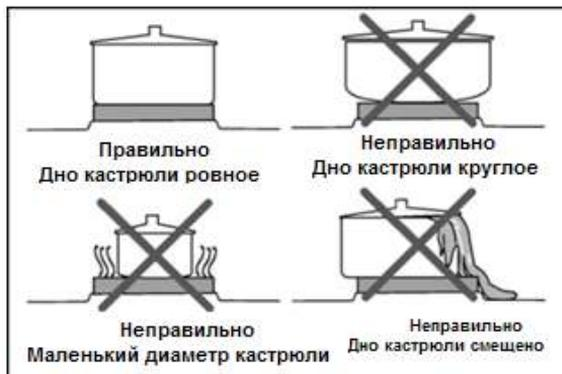

Рис.11
- ❖ Для варочных поверхностей используйте посуду только с ровным дном, хорошо прилегающим к поверхности. Максимальное использование тепловой энергии можно обеспечить только таким способом. (см. Рис.11)